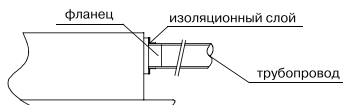

Рис. 31
9. Установите трубопровод (Рис. 31).